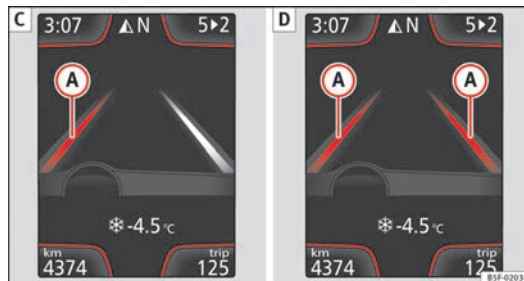

Fig. 142 En la pantalla del cuadro de instrumentos: Indicación en la pantalla del sistema de aviso de salida del carril (ejemplo 2).
- El sistema está trabajando, la línea resaltada [A] indica que había riesgo de sobrepasar la línea de carril involuntariamente y está actuando sobre la dirección para corregir la trayectoria ⇒ fig. 142 [C].
- Las dos líneas resaltadas [A] se encienden a la vez cuando tenemos las dos líneas de carril reconocidas y tenemos activada la función de guiado central de carril ⇒ fig. 142 [D].